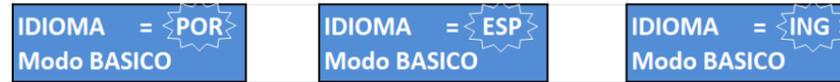

Figura 15
- 1- Ajuste o pH e a alcalinidade total de acordo com a figura 15;